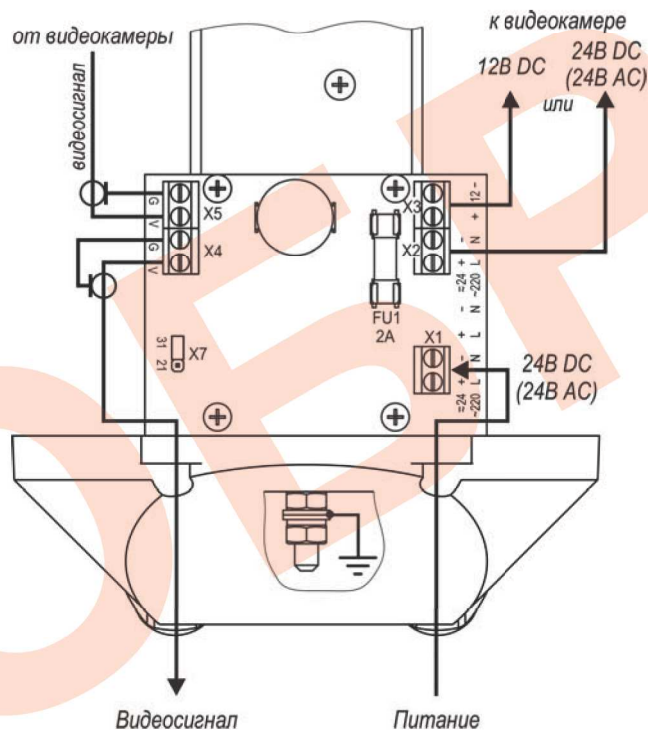

Рис.2 Подключение ТГБ-7У-24/12(24); ~24/12(~24)
4. Подсоединить видеокамеру к контактам платы коммутации в соответствии со схемой подключения (рис.2, 3 или 4).
5. Ввести через гермовводы внешние кабели (кабель видео или интерфейсный кабель и кабель питания) и подключить их к плате коммутации (рис.2 или 3).
Предприятием изготовителем джампер Х7 установлен в положение «31» - мощность обогрева 31 Вт, для изменения мощности на 21 Вт джампер Х7 необходимо переставить в положение «21» (см. рис.2 и 3).